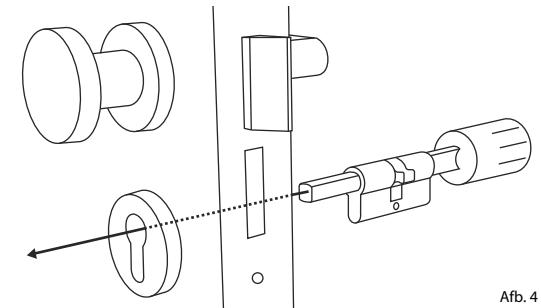

Afb. 3
- ③ Trek de knop aan de buitenkant er helemaal af en trek de knop van de binnenzijde zo ver mogelijk naar achteren (Afb. 3).